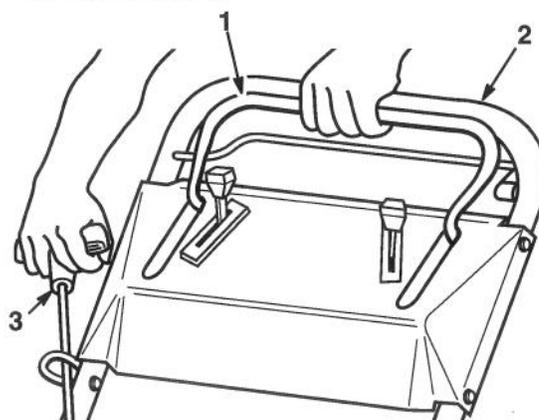

Figure 35
8. Maintenir la barre de commande de lame serrée contre le guidon et tirer plusieurs fois le cordon du démarreur pour expulser les résidus de carbone (Fig. 35).